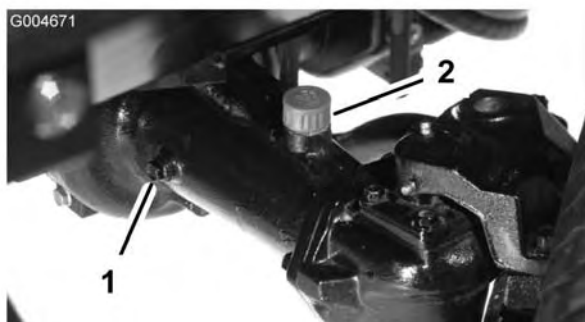

Figura 12
2. Retire un tapón de verificación de un extremo del eje (Figura 12) y asegúrese de que el lubricante llega al borde inferior del orificio. Si el nivel es bajo, retire el tapón de llenado (Figura 12) y añada suficiente lubricante para que el nivel llegue al borde inferior de los orificios de los tapones de verificación.